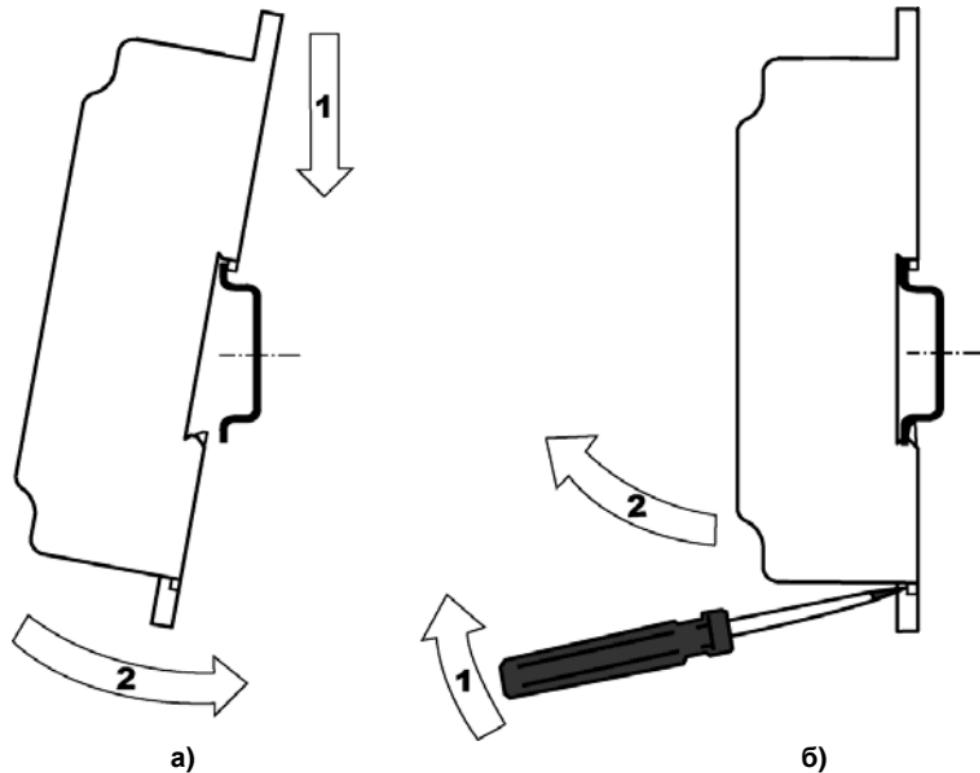

Рисунок 6.1 – Монтаж контроллера с креплением на DIN-рейку
4. Для съема контроллера с DIN-рейки в проушину защелки вставляется острое отвертка (см. рисунок 6.1 б)), и защелка отжимается по стрелке 1, после чего контроллер отводится от DIN-рейки по стрелке 2.